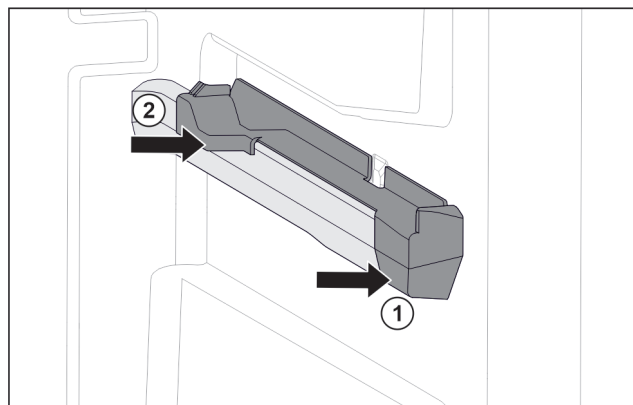

Fig. 103 Natični dio na desnom žlijebu spremnika
- ▶ Postavite natični dio sprijeda na žlijeb spremnika. Fig. 103 (1)
- ▶ Pritisnite natični dio straga. Fig. 103 (2)